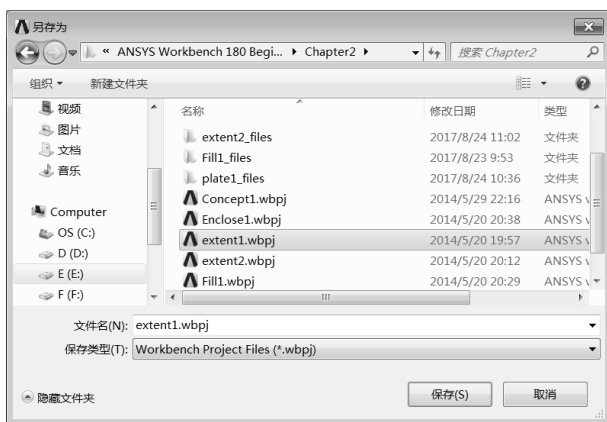

图 2-52 保存模型
Step13：保存模型。单击工具栏中的  按钮，在弹出的如图 2-52 所示的“另存为”对话框的“文件名”文本框内输入 extent1.wbpj，单击“保存”按钮，完成模型的存储。